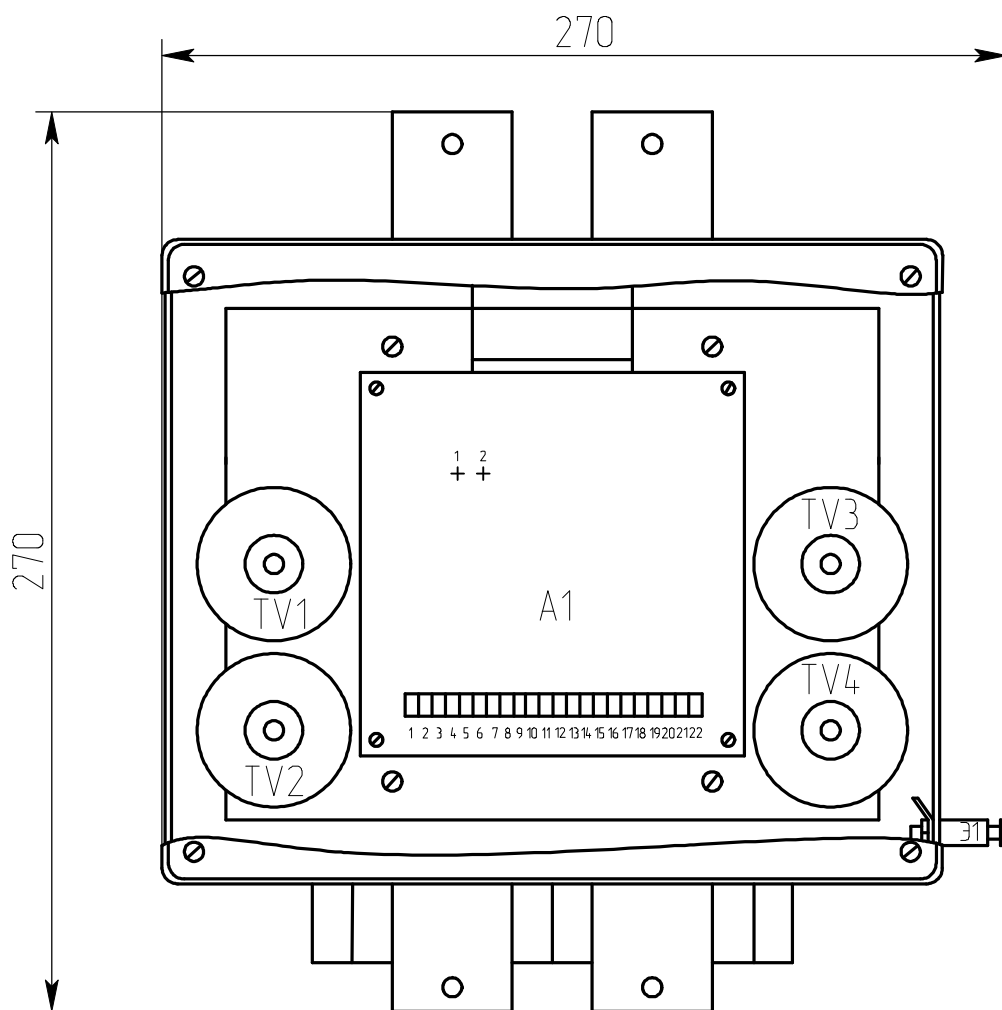
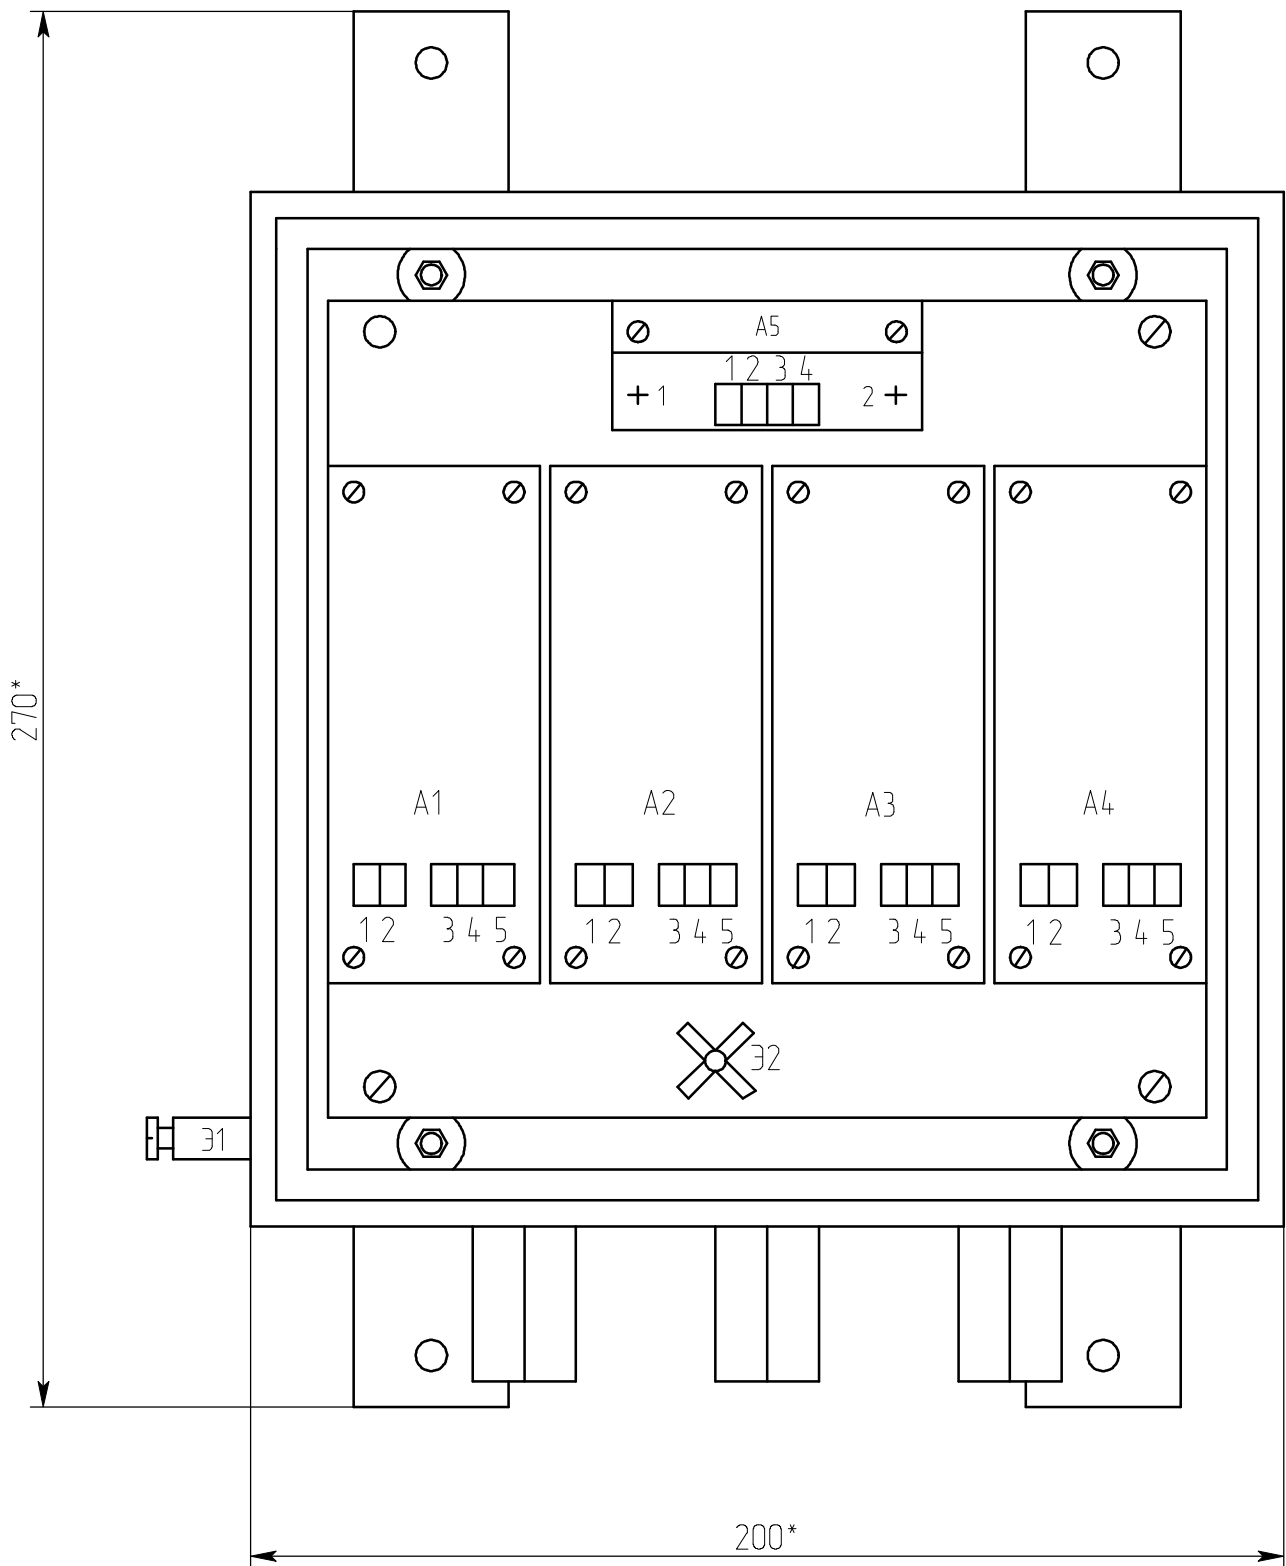

Рисунок 1.5.1. Внешний вид блока контрольно-измерительного (БКИ).
Рисунок 1.5.3. Внешний вид блока грозозащиты (БГр). Крышка не показана.
2.4.2.2 Проконтролировать состояние светодиодов индикации тревоги 1 и 2 БКИ (см. рис. 1.5.1) и светодиодов 1 и 2 БГр (см. рис. 1.5.3, блок А5). Светодиоды в дежурном режиме должны быть погашены.